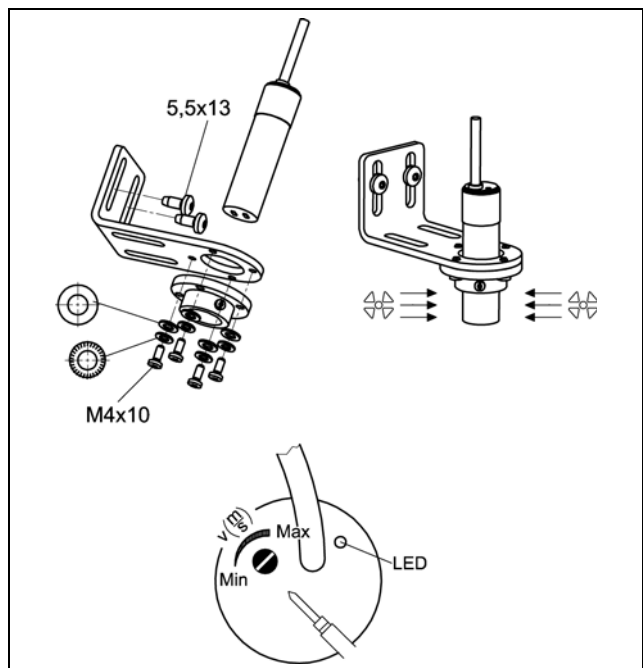

Рис. 2: Монтаж сенсора датчика
- Сначала смонтируйте входящий в комплект поставки уголок на держателе сенсора (рис. 2).